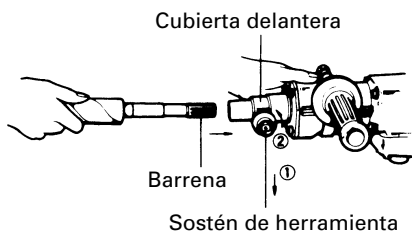

Fig. 3
- (1) Limpiar y luego engrasar la barrena con la grasa provista.
- (2) Tirar del sostén en la dirección de la flecha ① y rotar en la dirección de la flecha ② (la izquierda). Insertar planamente la barrena de herramienta en el orificio hexagonal de la cubierta delantera. (Fig. 3)
- (3) Retornar el sostén de herramienta para fijar ésta.